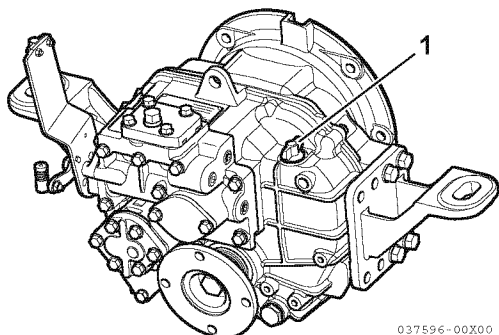

Figura 1
1. Rimuovere l'astina (1, **Figura 1**) e asciugare con un panno pulito.